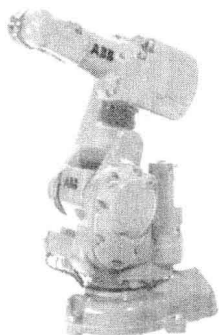

图 1-6
2. IRB 140 (领域: 弧焊、装配、清理/喷雾、上下料、包装、去毛刺) (图 1-6)